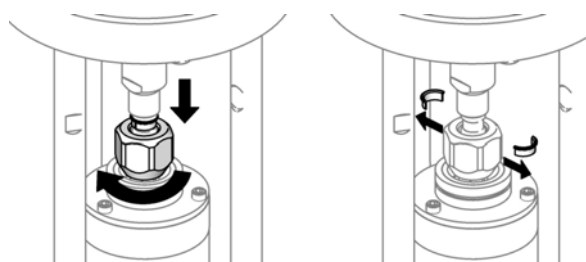

FIG. 8. Retirez les bagues d'accouplement.
4. Abaissez l'écrou d'accouplement (7) et retirez les bagues d'accouplement (5). Consultez la FIG. 8.
5. Repoussez l'axe du moteur. Retirez l'écrou d'accouplement (7).
6. Utilisez une douille pour retirer les écrous de barre d'accouplement (4).
8. Levez le moteur pneumatique pour le retirer. Les barres d'accouplement (3) restent fixées.